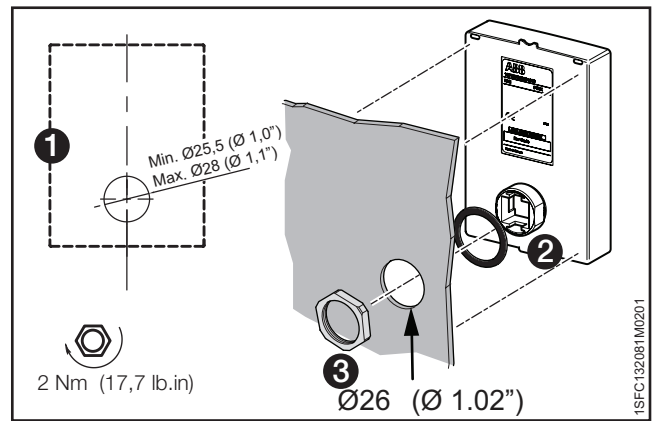

Abbildung 4.9
1. Um das bewegliche HMI vom Softstarter abzunehmen, lösen Sie die Kunststoffflasche unter dem HMI. Siehe dazu **1** und **2** in **Abbildung 4.9**.
2. Bohren Sie an der Stelle ein Loch, an der das bewegliche HMI angeschlossen werden soll. Der maximale Durchmesser der Bohrung beträgt  $\varnothing 26$  mm ( $\varnothing 1,02$ "), siehe **1** in **Abbildung 4.9**. Platzieren Sie die Gummidichtung um den verschraubten Netzwerkanschluss am beweglichen HMI. Siehe **2** in **Abbildung 4.9**. Drücken Sie den verschraubten Netzwerkanschluss durch die gebohrte Öffnung. Siehe **3** in **Abbildung 4.9**. Befestigen Sie die Kunststoff-Schraubenmutter am verschraubten Netzwerkanschluss mit 2 Nm (17,7 lb/in).